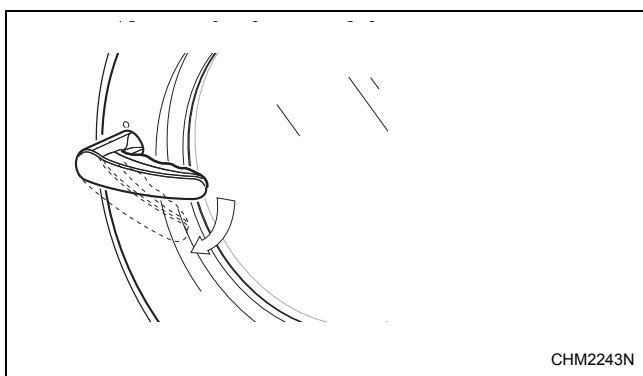

Figura 3
2. Para abrir, gire la palanca en el sentido de las agujas del reloj. Consulte la *Figura 3*.